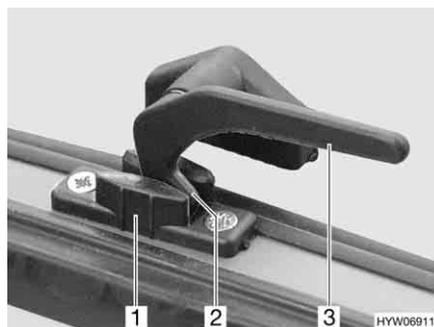

Fig. 74 Palanca de bloqueo en la posición de "ventilación continua"
- En la posición "ventilación continua" (Fig. 74)
- Girar todas las palancas de bloqueo (Fig. 74,3) un cuarto de vuelta hacia el centro de la claraboya.
- Girar de nuevo hacia atrás las palancas de bloqueo. El saliente de bloqueo (Fig. 74,2) se ha de introducir para ello en el rebaje del bloqueo de la claraboya (Fig. 74,1).